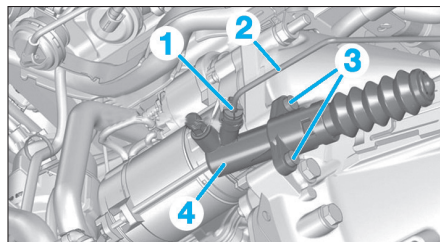

Fig. 11
- Déverrouiller l'agrafe (1) sans la déposer (Fig.11).
- Désaccoupler le tuyau hydraulique (2).
- les 2 vis (3),
- le cylindre récepteur (4).